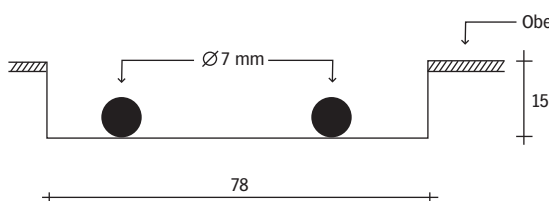

Abbildung 2
- Bringen Sie im Fußboden eine Aussparung mit einer Breite von 78 mm und einer Tiefe von 15 mm ab der Oberkante des fertigen Fußbodens an (siehe Abbildung 2).
Tragen Sie über die gesamte Länge der VARI-STEPP-Türschwelle 2 Kleberaupen VARI-STEPP FIX (Breite: 7 mm) auf (siehe Abbildung 2).